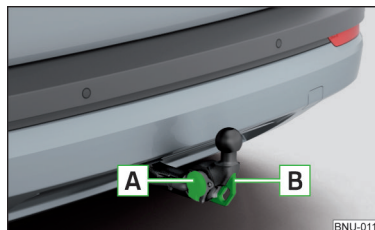

Fig. 290
- Abrir la tapa del enchufe y conectar el conector del remolque (del accesorio) en el conector de 13 polos **A** » fig. 290. (Si el remolque/accesorio dispone de un conector de 7 polos, usar una reducción correspondiente de los accesorios originales de ŠKODA).